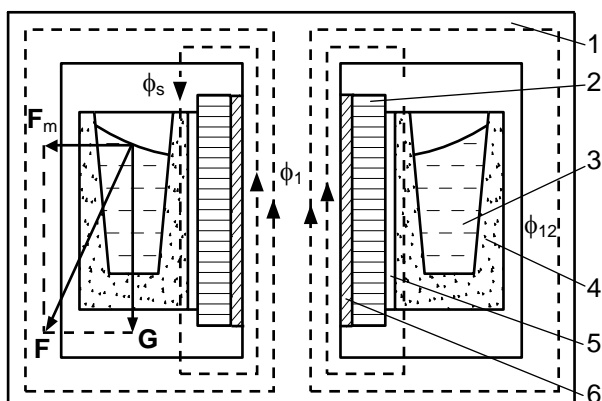

Fig.1 Schița cuptorului de inducție cu canal orizontal
2.2 Precizați elementele cuptorului de inducție cu canal orizontal (fig.1)